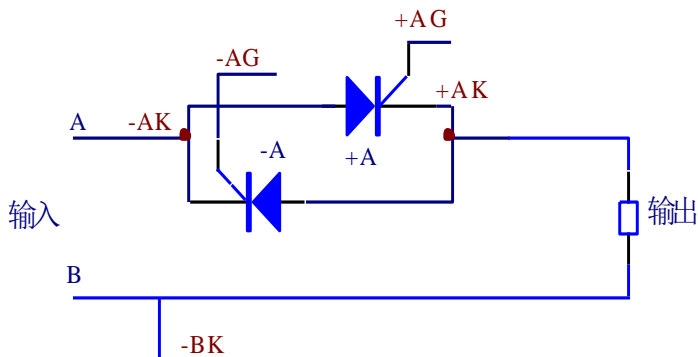
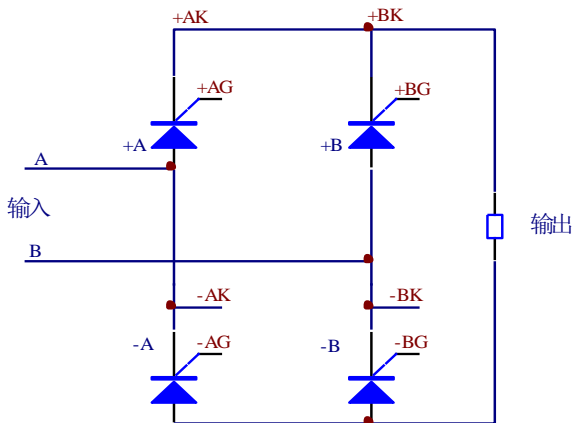

图2 单相交流电路联结图
图3 单相整流电路联结图
**负向晶闸管和正向晶闸管的区分请参照图 2、图 3 标识, 接错后不能工作, 并可能引发事故。**